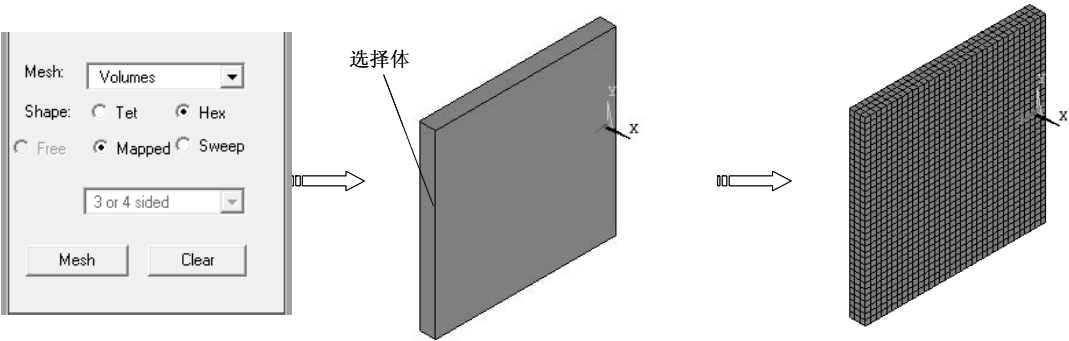

图 8-148 生成映射网格
2) 选择“Main Menu> Preprocessor> Meshing> Mesh Tool”命令，弹出“Mesh Tool”对话框，选择分网对象为“Volumes”，网格形状为“Hex”，选择分网形式为“Mapped”，然后单击“Mesh”按钮，拾取所有体，单击“OK”按钮生成网格，如图 8-148 所示。